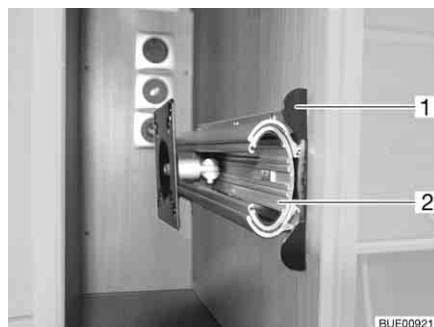

Bild 55 Halterung im TV-Schrank
- Entriegelungsleiste (Bild 55,1) hineindrücken.
- Auszug (Bild 55,2) bis zum Anschlag herausziehen.
- Auszug (Bild 55,2) einschieben, bis die Entriegelungsleiste (Bild 55,1) einrastet.